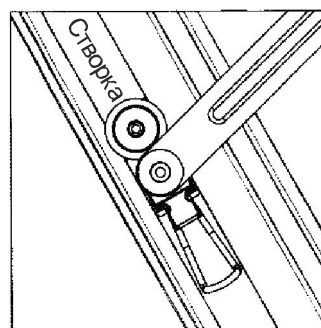

Рис. 6
4. Вставить элемент (3) в фурнитурный паз створки (рис 5), повернуть элемент (3) на 90 град. и, надавив на пружину до щелчка, утопить ее в пазу (рис. 6)